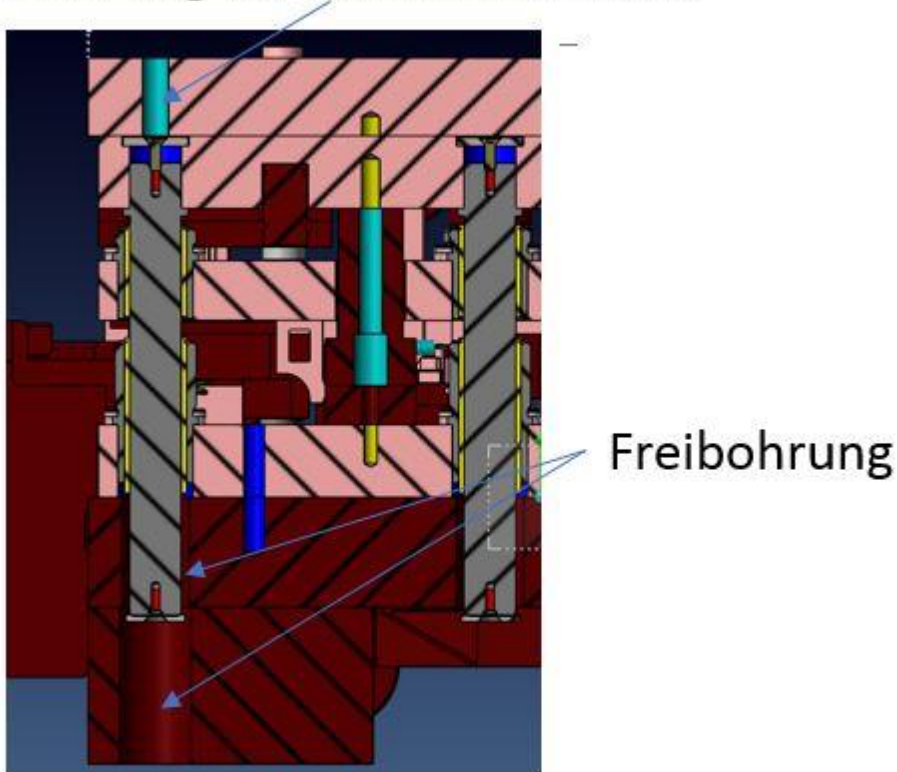

Abbildung 3.7
- 3.7.** Alle Platten unterhalb der Führungsbuchsen sind durchgängig freigebohrt (Abbildung 3.7)
- 3.8.** Befindet sich eine Platte über der Säulenhaltesscheibe so ist dort eine Bohrung zum Lösen der Säule einzubringen. (Abbildung 3.7)